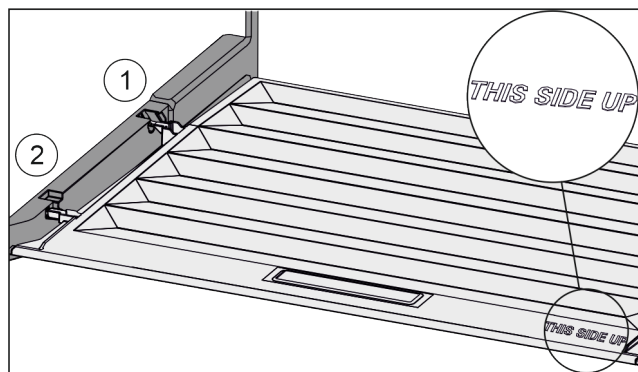

Fig. 57
- ▶ Introduceți nervura capacului prin orificiul suportului posterior Fig. 57 (1) și înclicetați-l în față în suport Fig. 57 (2).